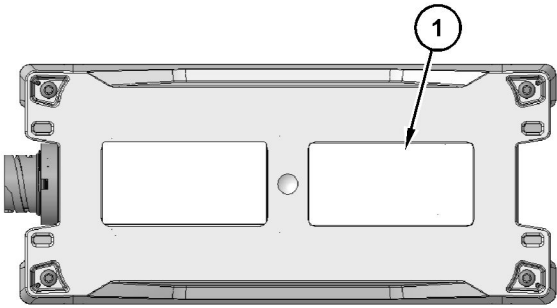

图 4
- NAL 标签贴在设备表面。NAL 标签在设备上的位置如下图 4 所示。